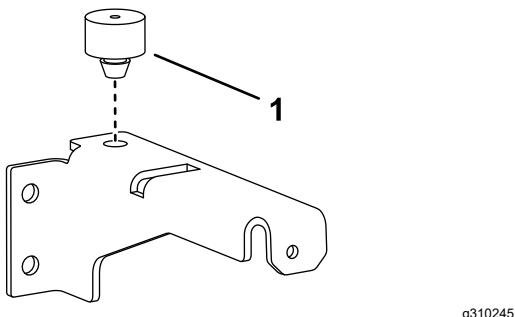

図 8
2. 左ポッドブラケットにバンパーを取り付ける図 8。
4. 左ポッドブラケットにバンパーを取り付ける図8。